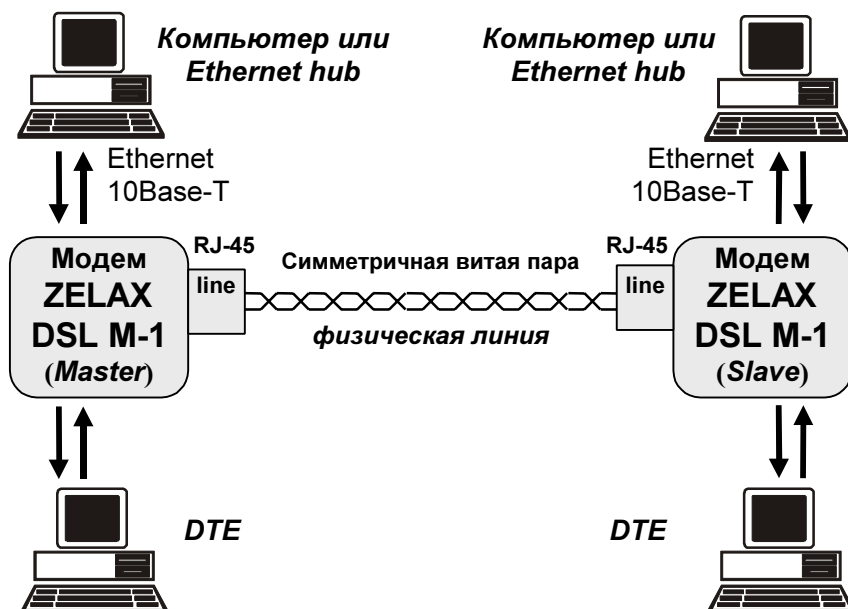

Рис. 7. Схема соединения модемов
Схема соединения модемов для организации дуплексного канала связи приведена на Рис. 7. Назначение контактов линейного разъёма приведено в приложении (см. Приложение 1). В качестве линейного разъёма применяется восьмиконтактная вилка **RJ-45**. В любом случае, для подключения к физической линии используются только два средних контакта. Полярность при подключении к проводам линии значения не имеет. Остальные контакты необходимо оставить незадействованными (за исключением случая использования специального грозозащитного заземления. Модемы с такой грозозащитой поставляются по специальному заказу).
1. Соединить модемы в соответствии со схемой, приведенной на Рис. 7.